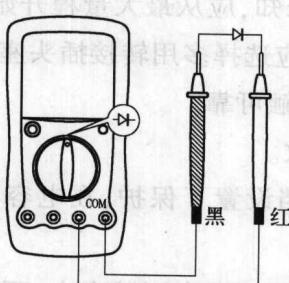

图 1-8
(6) 二极管和蜂鸣通断测量:二极管和蜂鸣通断测量的连接方法如图 1-8 所示。